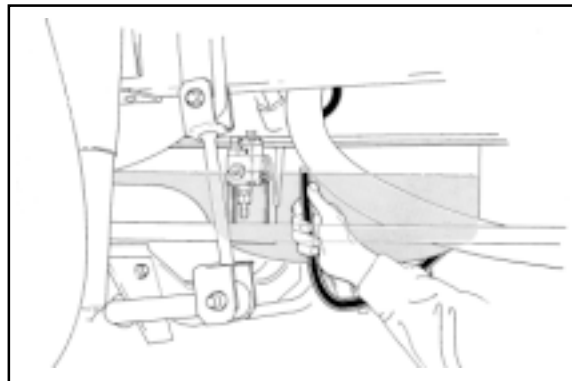

fig. 13 Determinar el nivel de aceite
- Determinar, en base a la ley de los vasos comunicantes, el nivel de aceite en el cárter con ayuda del conducto del acople de drenaje. (fig. 13)